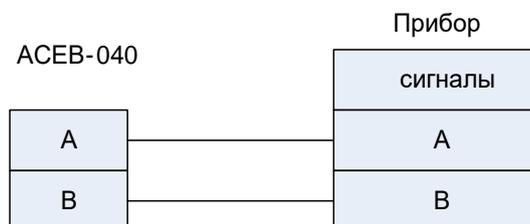

**Рис.3. Подключение прибора по интерфейсу RS-232.**
1.4.7.1. Подключение одиночного прибора к интерфейсу RS-232 осуществляется схеме, приведенной на рис.3.
Для этих приборов возможно только одиночное подключение к интерфейсу RS-232. Прибор «ВЗЛЕТ РСЛ» подключается по схеме, приведенной на рис.3.